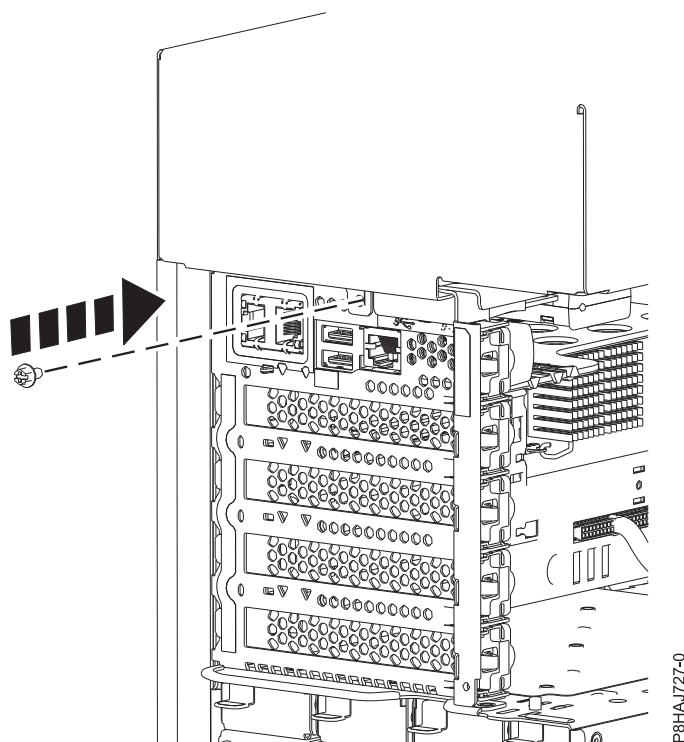

図 28. 8286-41A サイド・カバーねじの取り付け
5. プラスのねじ回しを使用して、サイド・カバー後部ねじを取り付けます (47 ページの図 28 を参照)。